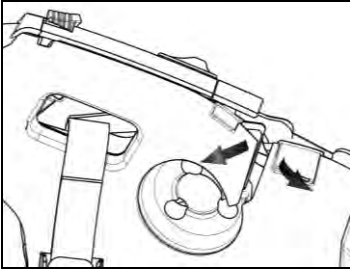

Fig. 16
- Løft polstringens plastikbeklædning (Fig. 16).